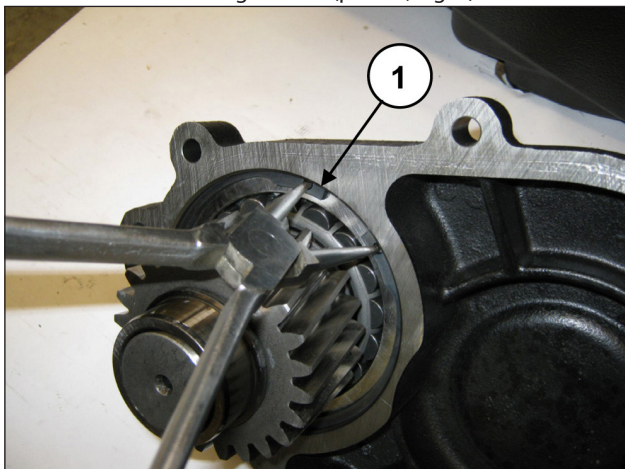

Fig. 7
Desmontar la anilla seeger Ø120 (pos. ①, Fig. 7).